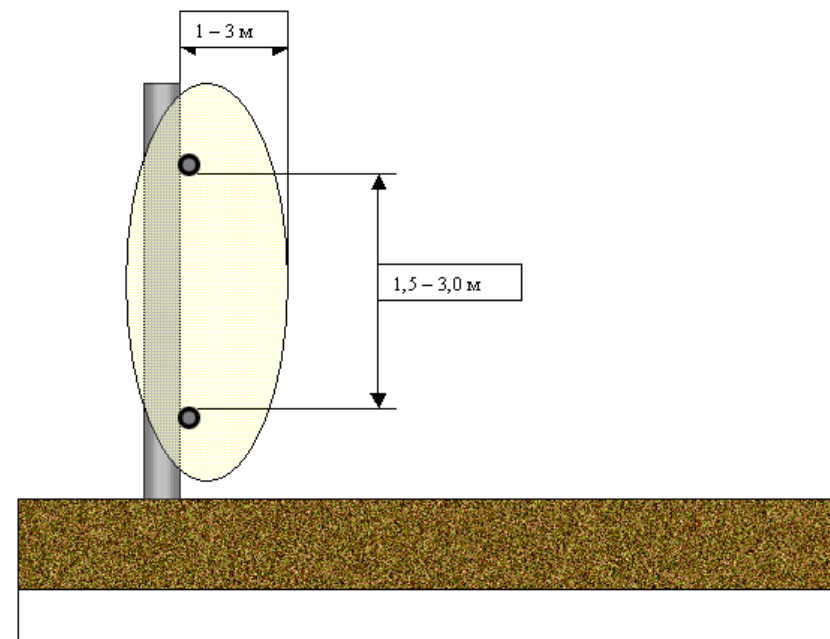

Рисунок 5.2. Поперечное сечение зоны обнаружения
5.2. Зона обнаружения (ЗО) формируется двумя параллельными кабелями, закрепляемыми на заграждении, которые выступают в качестве антенн. Передатчик вырабатывает высокочастотный сигнал, который излучается передающим кабелем, создавая вокруг определенное распределение электромагнитного поля. С помощью приемного кабеля этот сигнал поступает на блок приемника. При попадании нарушителя в ЗО меняется распределение поля, а с ним и сигнал на входе блока приемника. Это изменение фиксируется схемой обработки и вырабатывается сигнал тревоги. Поперечное сечение ЗО показано на рис. 5.2. В зависимости от необходимых размеров ЗО расстояние между кабелями может быть от 1,5 до 3,0 м. Смещение кабелей вверх или вниз по заграждению смещает соответственно и ЗО. Продольное распределение ЗО повторяет изгибы заграждения в горизонтальной и вертикальной плоскостях. Наличие в непосредственной близости к заграждению крупных металлических предметов может исказить конфигурацию ЗО.